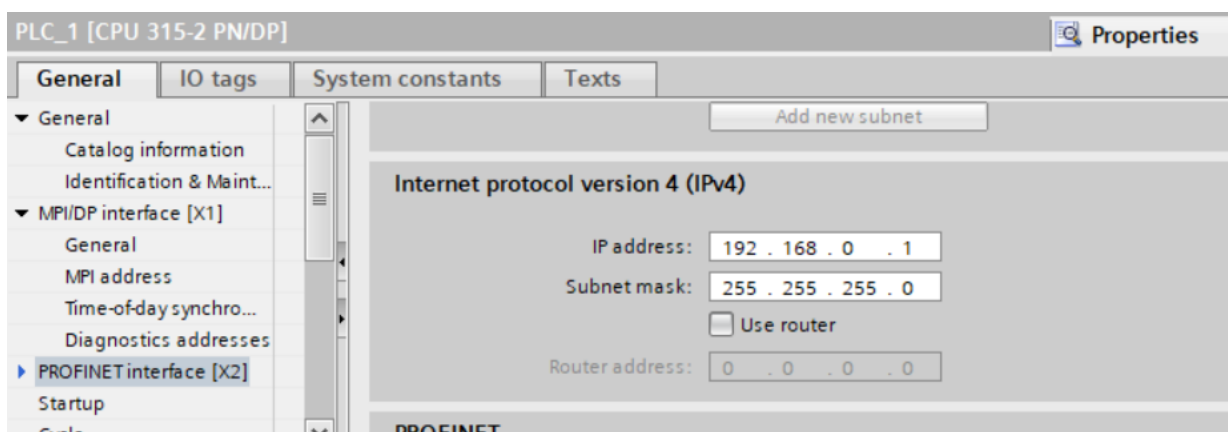

Рисунок 1.7 – Вікно налаштування інтерфейсу PROFINET
- Інтерфейс PROFINET: встановлення IP-адреси для CPU та синхронізації часу (див. рис. 1.7);